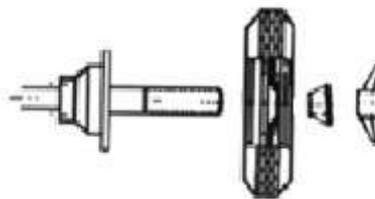

Fig.6
- Encaixe a roda no eixo de balanceamento próximo ao flange (Fig.6).